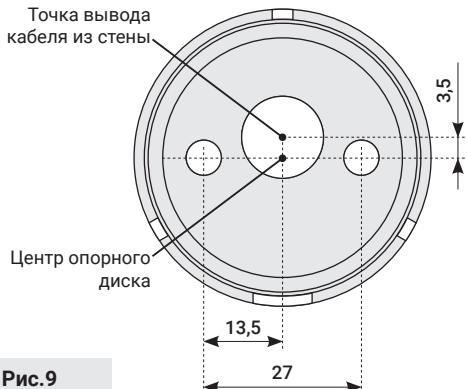

Рис.9
4.2.1. Для монтажа через скрытую проводку производитель рекомендует придерживаться следующих требований: кабель для подключения должен быть медным с сечением  $3 \times 1.5 \text{ мм}^2$ . Точка вывода кабеля из стены проходит через опорный диск (рис. 9).